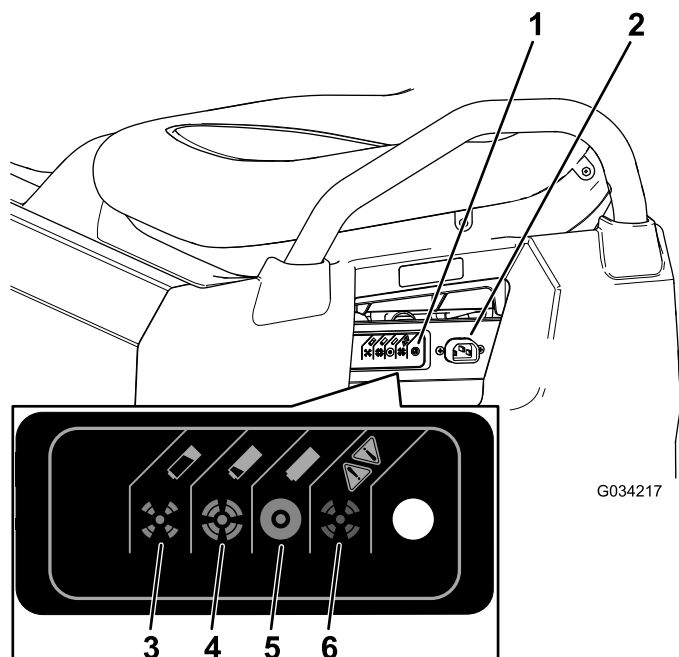

Figura 39
- Ligue um cabo de carregador de nível 16 (ou de diâmetro maior), 2,5 m ou mais curto ao recetáculo de carregamento na máquina (Figura 39).
Consulte a tabela seguinte e Figura 39 para informação dos significados das diversas cores da luz indicadora de carga.